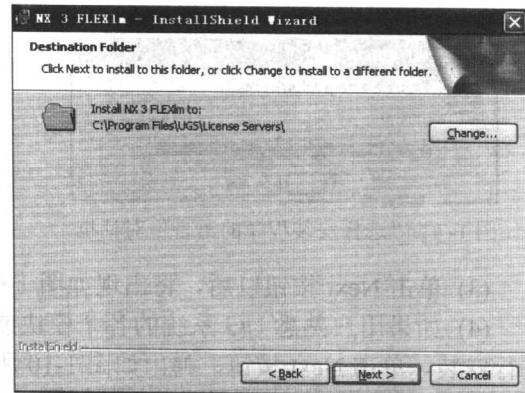

图 1-4 “服务安装目录选择”对话框
(3) 单击 Next 按钮，将出现“服务安装目录选择”对话框，用户可以选择服务的安装路径，如图 1-4 所示“服务安装目录选择”对话框。